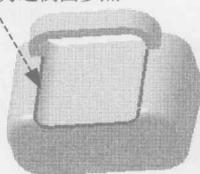

图 1.13 选取边倒圆参照
Step8. 创建边倒圆特征 4。选取图 1.13 所示的边线为边倒圆参照，其圆角半径值为 6。